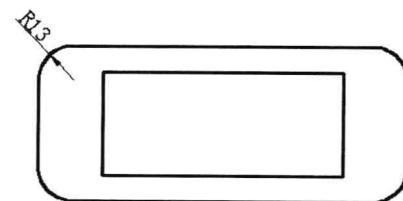

图 11-1-9
(9) 单击“修剪”按钮 $-/-$ ，修剪多余的线段。单击“圆角”按钮 F ，创建圆角如图 11-1-9 所示。